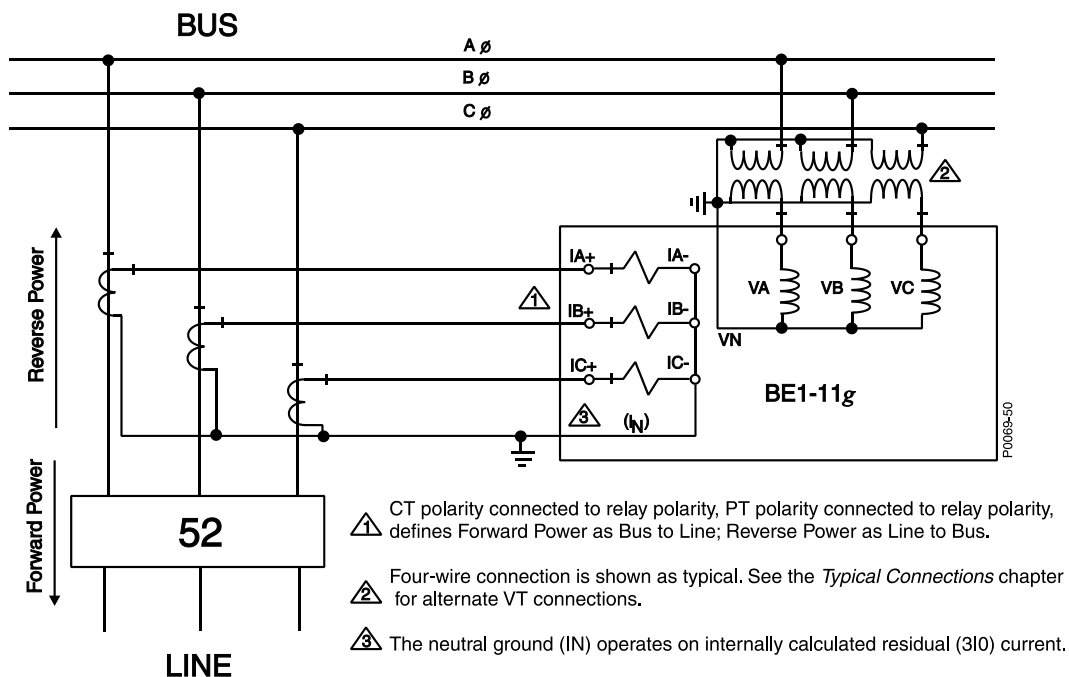
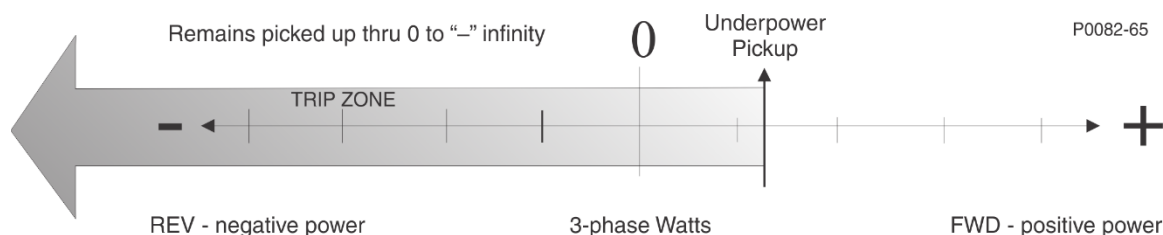

Figure 23-1. Sens du débit de la puissance défini par la polarité des connexions de tension et d'intensité
Figure 23-2. Valeurs d'enclenchement en sens entrant et sortant
Outre le dépassement du seuil d'enclenchement de puissance, le sens du débit de puissance (entrant ou sortant) doit correspondre au paramètre directionnel pour que l'élément 32 fonctionne. Dans le BE1-11g, les sens entrant et sortant sont définis par la polarité des connexions de tension et d'intensité au BE1-11g, comme le représente la Figure 23-1. Conformément à la convention IEEE sur la polarité, la puissance en sens entrant est définie comme allant du bus à la ligne et le retour de puissance comme allant de la ligne au bus.
Les paramètres d'enclenchement de puissance triphasée des éléments de puissance sont toujours positifs, quel que soit le paramètre directionnel. Toutefois, pour comprendre la réponse de l'élément, il est judicieux de visualiser le sens entrant comme une puissance positive et le sens sortant comme une puissance négative. Si nous imaginons une échelle en sens entrant et en sens sortant comportant un zéro (0) en son centre, telle que représentée à la Figure 23-2, les puissances positive et négative circulent par rapport au paramètre directionnel en sens entrant et sortant. Prenons par exemple une application de couplage de réseau où l'alimentation externe régionale (réseau public de distribution d'électricité) exige de l'alimentation externe locale (source de production autonome) qu'elle se sépare de l'alimentation externe régionale (déclenchement du disjoncteur de couplage de réseau), si de l'électricité circule vers l'alimentation externe régionale. À des fins d'exemple, supposons que le BUS de la Figure 23-1 est l'alimentation externe locale, 52, le disjoncteur de couplage de réseau et LIGNE, l'alimentation externe régionale. L'électricité circule normalement de l'alimentation externe régionale à l'alimentation externe locale, à savoir une installation industrielle de production locale utilisée pour l'écrêtement des pointes.
Sur la base d'une polarité des connexions de tension et d'intensité telle que celle représentée à la Figure 23-1, la puissance en sens entrant est définie comme circulant vers l'alimentation externe régionale et le retour de puissance, comme circulant vers l'alimentation externe locale. Pour cette application, l'élément 32 doit être défini pour se déclencher en cas de sous-puissance minimale dans le sens sortant (vers l'alimentation externe locale). Les paramètres doivent donc être Sens sortant (Reverse), Sous (Under) et 1 watt. Pour accroître la sensibilité, le mode sélectionné doit être 3 sur 3, car ce dernier nécessite que la puissance de chaque phase soit inférieure à $\frac{1}{3}$ du paramètre de puissance triphasée, soit 0,33 watt. Supposons que la puissance normale absorbée par la charge soit de 4 kW dans le sens sortant ou négatif de notre échelle. Si l'installation industrielle connaît une perte de charge soudaine alors que la production d'écrêtement des pointes est en cours, de l'électricité risque, selon le rapport charge/production, de circuler en direction de l'alimentation externe régionale. Sur son parcours vers un niveau de puissance positif, la puissance négative de 4 kW passe par 0 watt. Toutefois, ce faisant, elle passe par le seuil de déclenchement de sous-puissance négative défini par (Reverse), Sous (Under) et 0,33 watt/phase, ce qui entraîne un déclenchement 32 et l'ouverture du disjoncteur de couplage de réseau. De -0,33 à plus l'infini, l'élément 32 est maintenu à l'état enclenché, comme représenté à la Figure 23-2. Une temporisation de déclenchement doit être incluse, afin de garantir que l'élément 32 ne fonctionne pas en cas de condition transitoire de la puissance.